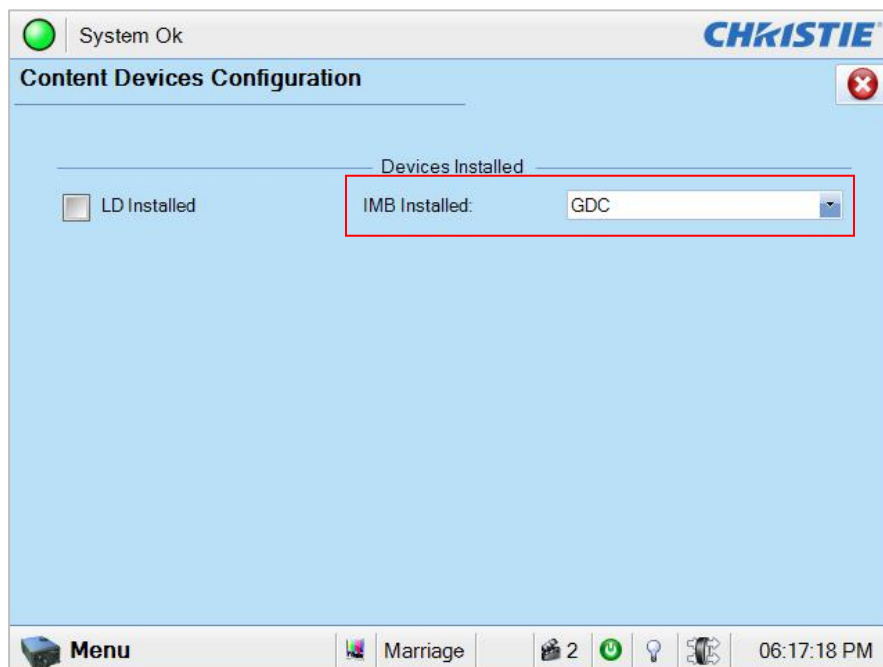

图 28 内容设备设置 (Content Devices Configuration)
4. **[IMB Installed]**中选择 **[GDC]** (如图 28 所示)